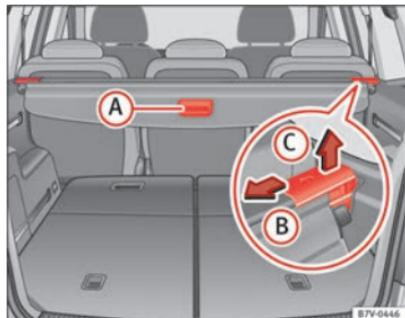

Abb. 92 Im Gepäckraum:
- Gepäckraumabdeckung am Griff ⇒ Abb. 92 **A** etwas nach hinten ziehen.
- Gepäckraumabdeckung in Pfeilrichtung entriegeln ⇒ Abb. 92 **B**.
- Gepäckraumabdeckung in Pfeilrichtung zusammendrücken ⇒ Abb. 92 **B**.
- Gepäckraumabdeckung in Pfeilrichtung entriegeln ⇒ Abb. 92 **B** und in Pfeilrichtung **C** anheben.